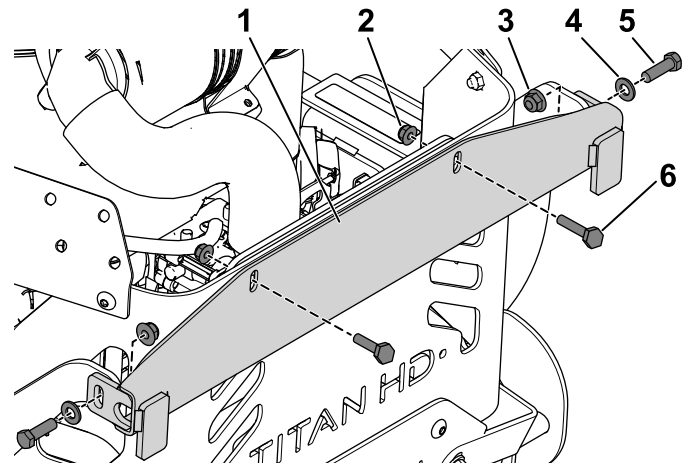

Figura 16
1. Montate, senza serrarli, i 2 bulloni (3/8" x 1 1/4"), le rondelle e i dadi flangiati per sostenere l'ancoraggio trasversale sulla staffa di supporto (Figura 16).
2. Montate, senza serrarli, il bullone (5/16" x 1 1/4") e il dado flangiato per sostenere l'ancoraggio trasversale sulla protezione posteriore (Figura 16).